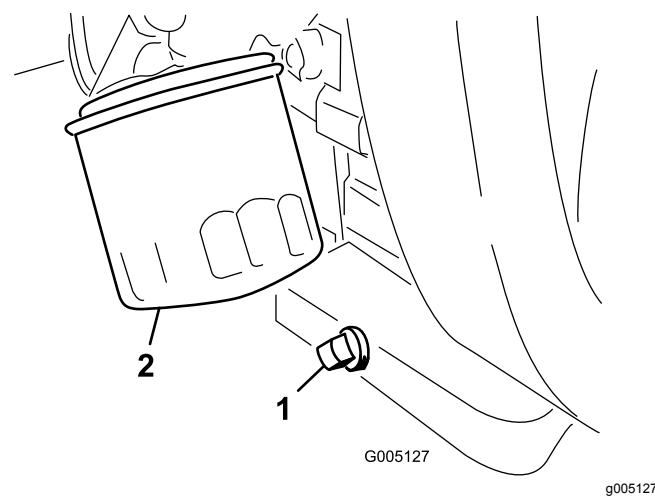

**Figura 45**
3. Si el elemento de gomaespuma está sucio, sepárelo del elemento de papel (Figura 45). Límpielo a fondo, de la manera siguiente: